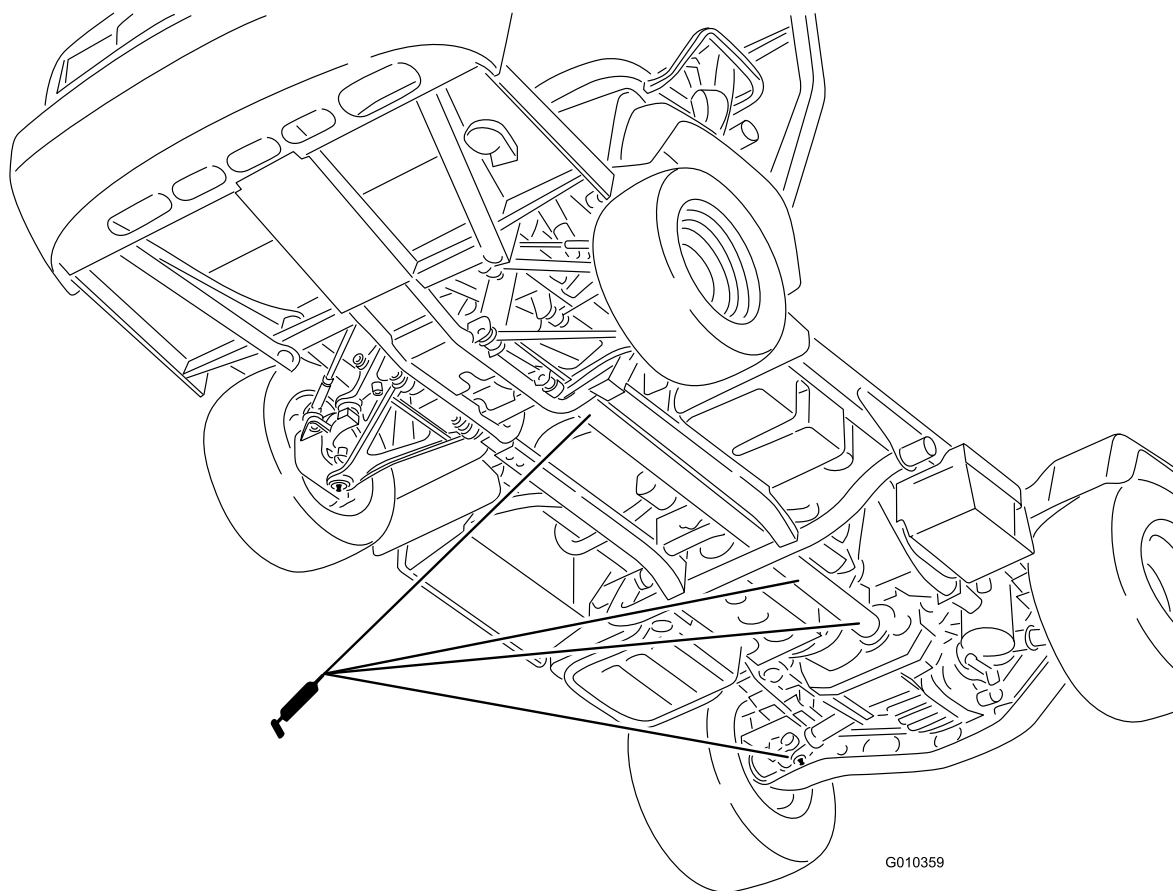

Figura 39
- Giunto a U (18) e albero della trasmissione integrale (3) (Figura 39)